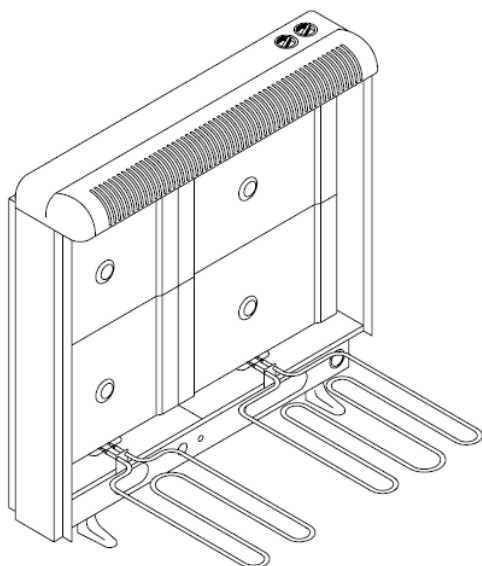

Рис. 3
7. Поднимите и откиньте нагревательные элементы, не отключая их от силового провода (рис.3).
8. Разместите накопительные блоки (кирпичи) плоской стороной к задней стенке теплового накопителя таким образом, чтобы ТЭНы находились в пазах этих блоков (Рис.3).